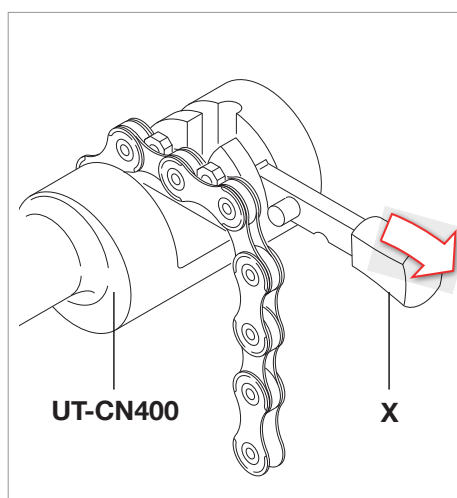

Fig.9
- Inserire la maglia da chiudere nelle apposite sedi (**Fig. 9**).